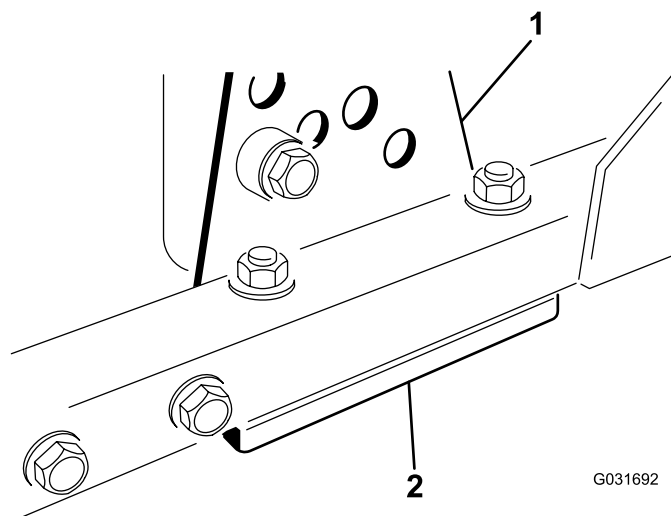

Figura 65
1. Togliete la staffa dell'altezza di taglio (anteriore, sinistra o destra) dal telaio del piatto di taglio (Figura 65).
2. Regolate gli spessori di 1,5 mm e/o 0,7 mm fra il telaio del piatto di taglio e la staffa per ottenere l'impostazione dell'altezza desiderata (Figura 65).